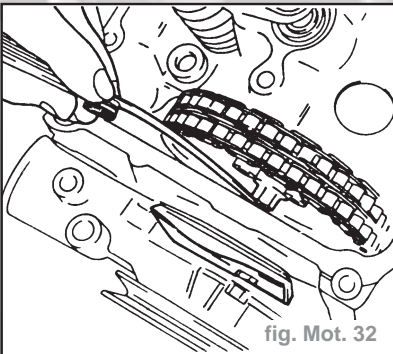

fig. Mot. 32
- Mesurer le jeu entre les faces de butées du couvercle et la vis de limitation en matière plastique (utiliser la jauge d'épaisseur) (fig. Mot. 32).